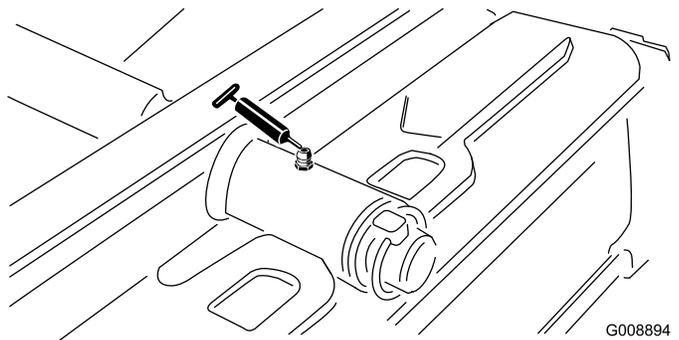

Рисунок 50
- Ось поворота заднего режущего блока (Рисунок 50)